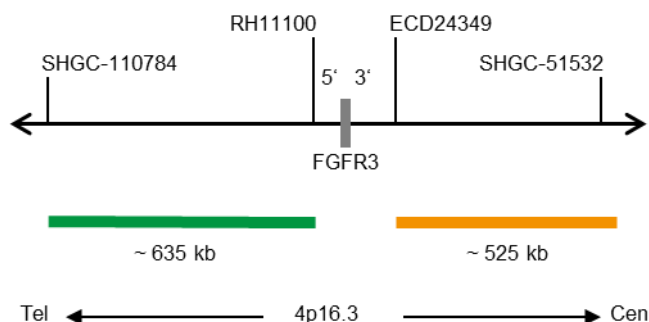

Fig. 1 : Carte de la sonde SPEC FGFR3 (pas à l'échelle)
- Polynucléotides marqués au ZyGreen (excitation 503 nm/émission 528 nm) (~10 ng/ $\mu$ l), qui ciblent des séquences cartographiées en 4p16.3\* (chr4:1,093,149-1,729,455) distales par rapport à la région du point de rupture FGFR3 (voir figure 1).
- Polynucléotides marqués au ZyOrange (excitation 547 nm/émission 572 nm) (~4,5 ng/ $\mu$ l), qui ciblent des séquences cartographiées en 4p16.3\* (chr4:1,922,997-2,446,931) à proximité de la région du point de rupture FGFR3 (voir figure 1).